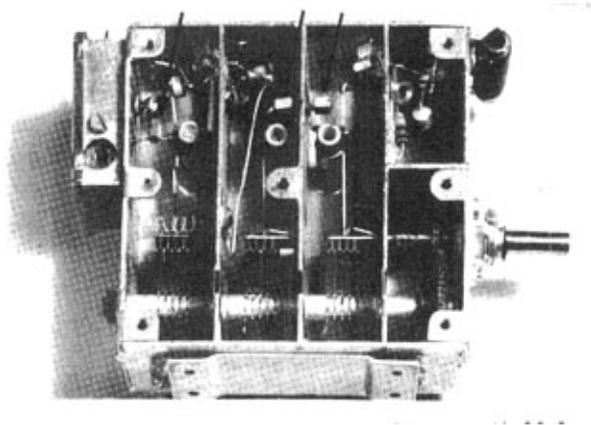

Abb. 3 :
Zum Ausstrahlen von Amateur-Fernsehsendungen ist bei uns der Bereich von 430 bis 440 MHz freigegeben. Alle handelsüblichen UHF-Tuner beginnen jedoch erst bei 470 MHz, und die Variation der eingebauten Trimmer reicht nicht aus, die untere Empfangsfrequenz so weit zu verstimmen. Zum Umbau besorgt man sich einen Tuner (1) oder (2), je nachdem, ob man in den Zwischenfrequenzverstärker des TV-Gerätes oder in den VHF-Tuner einspeisen möchte. Um die Resonanzfrequenz der Leitungskreise zu erniedrigen, schaltet man den drei Spindeltrimmern, die nicht am Drehkondensator befestigt sind, sondern an den gegenüberliegenden Enden der Innenleiter, keramische Würfelkondensatoren von je 2 pf parallel (Pfeile in Abb. 3).